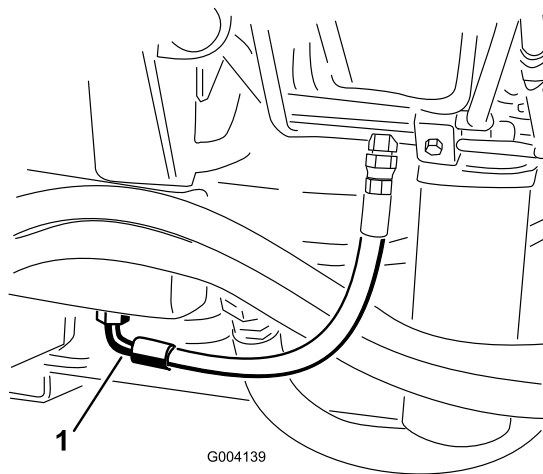

Figure 102
3. Placez un grand bac de vidange sous le raccord monté au bas du réservoir de liquide hydraulique (Figure 102).